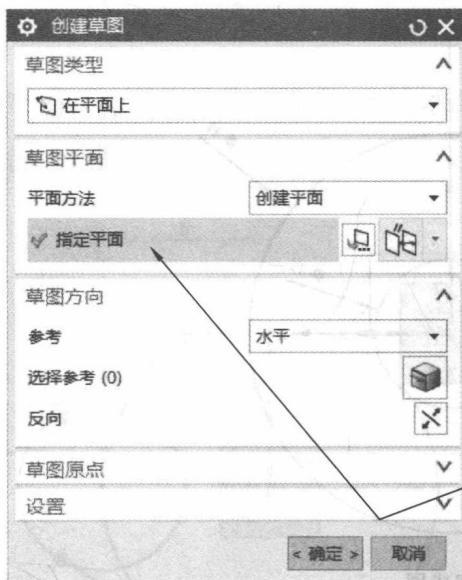
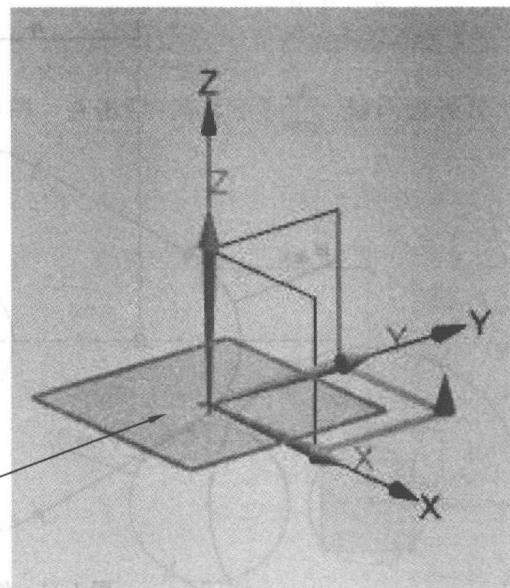

图 1-13 【创建草图】对话框
图 1-14 指定草图平面
- (1) 双击打开 UG NX 10.0 , 点击  , 名称输入【caotu2】，修改存储路径，点击【确定】按钮。
- (2) 点击  , 弹出图 1-13 所示的【创建草图】对话框，点击【指定平面】，指定图 1-14 所示的 X-Y 平面，点击【确定】按钮。